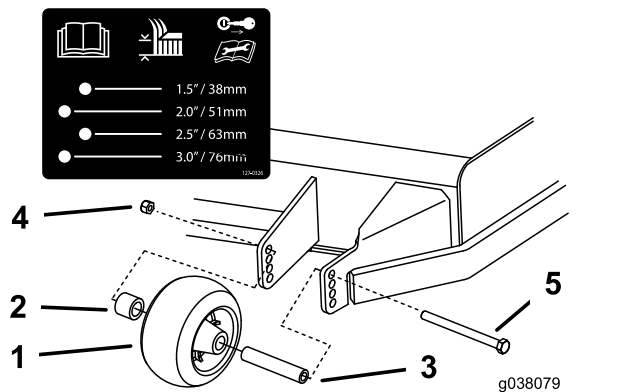
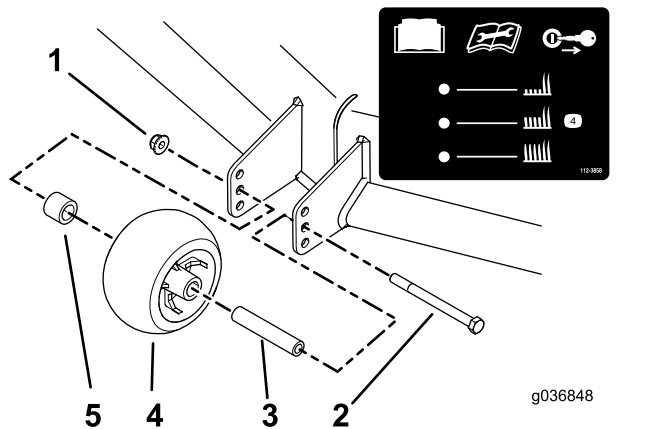

Figura 36
Figura 37
3. Ajuste los rodillos protectores del césped como se muestra en la Figura 36 o la Figura 37.